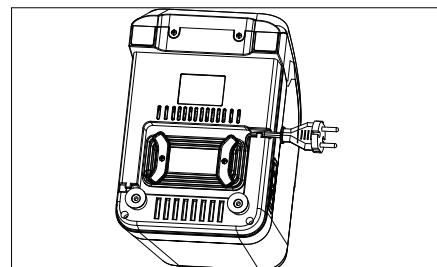

Fig. 22
- ▶ Vikl kablet omkring kabelholderen (6) på undersiden af maskinen, som vist i fig. 22, og før enden af kablet gennem kabelgenremgangen i siden (5).